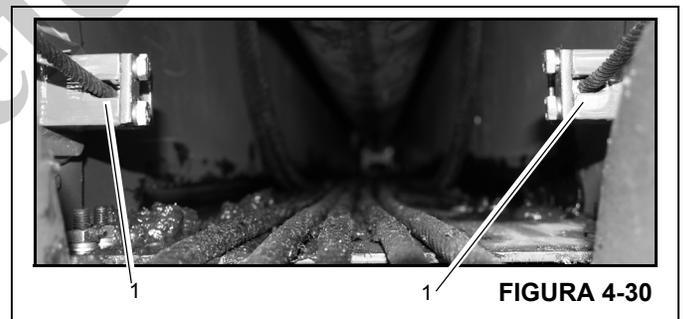

FIGURA 4-30
10. Eleve a parte frontal do conjunto da seção volante e remova as placas de desgaste (4) das cavidades na parte inferior da seção intermediária externa.
12. Remova a placa de retenção que fixa os dois cabos de retração da seção volante (Figura 4-30, 1) na parte traseira da seção volante .